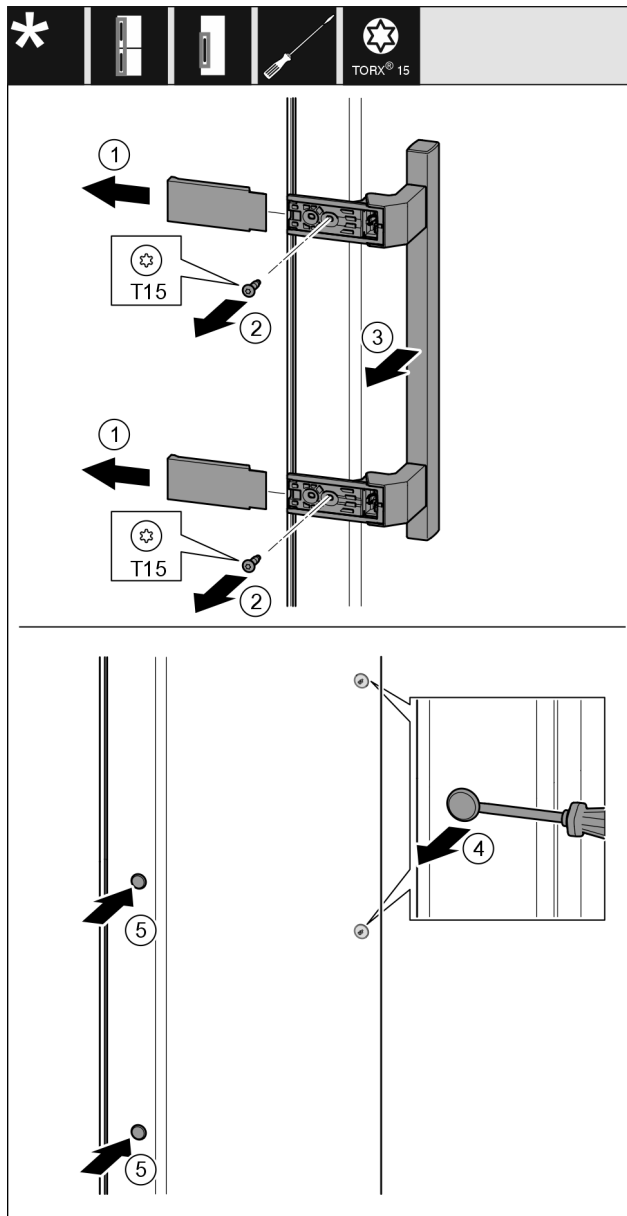

Fig. 20
- Изтеглете капак Fig. 20 (1).
- С отвертка отвийте винтовете Fig. 20 (2).
- Свалете дръжката Fig. 20 (3).
- С плоска отвертка внимателно повдигнете страничната тапа Fig. 20 (4) и я извадете.
- Отново поставете тапата Fig. 20 (5) от другата страна.